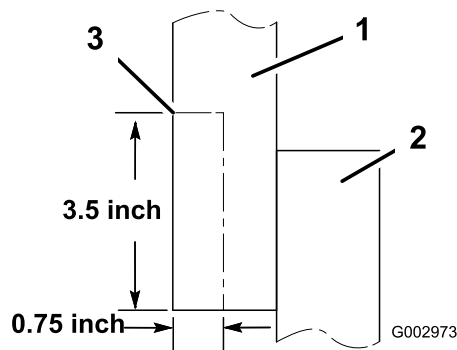

Figura 30
8. Se dispuser de uma unidade de modelo mais antigo, terá que cortar a sustentação na montagem, para deixar folga para o tubo (Figura 30).